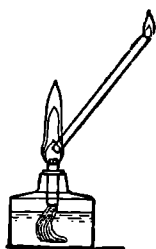

Рис. 67. Выведение паров спирта из пламени спиртовой лампы.
■ **Опыт 2.** Возьмите щипцами или пинцетом небольшой кусок стеклянной трубки (около 10 см длиной) и, хорошо прогрев ее в пламени лампочки, держите наклонно так, чтобы конец ее приходился примерно в середине нижней части пламени (рис. 67). К верхнему концу поднесите зажженную спичку. У конца трубки появится маленькое пламя. Это горят *пары спирта*, находящиеся *во внутренней части пламени* и выходящие по трубке. Трубка должна быть нагрета, для того чтобы пары в ней не сгустились.